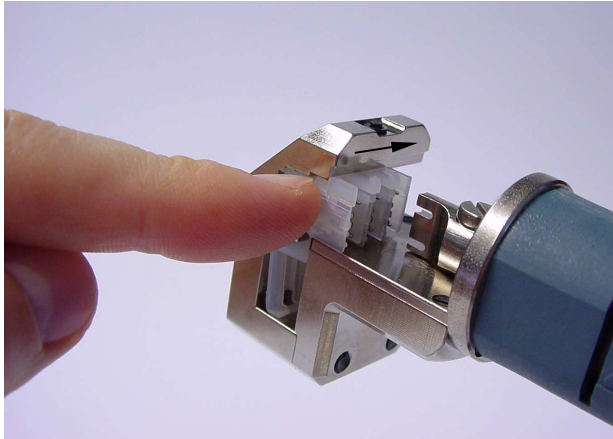

Abbildung 2
**1.** Der Steckverbinder wird in Pfeilrichtung in den Werkzeugkopf hinein geschoben, bis der erste zu verarbeitende Schneid-Klemm-Kontakt vor dem Eindrückstempel steht (siehe Abbildung 2)